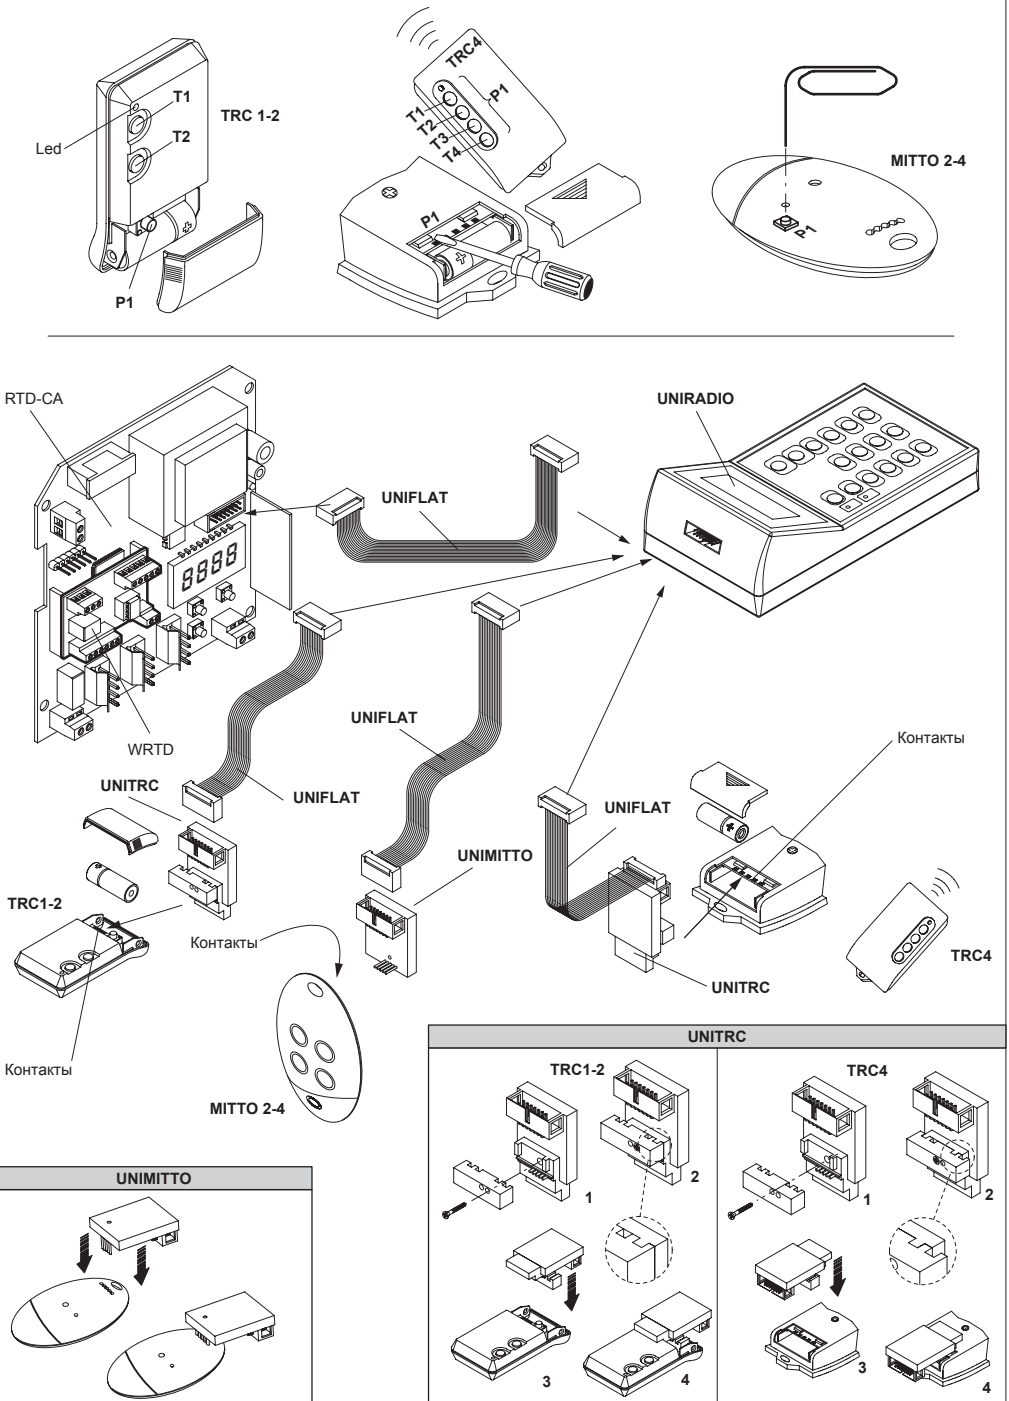

Рис. 7
**После того, как код кнопки прочитан, запишите его на карточке перед передачей ее пользователю (рис.7).**